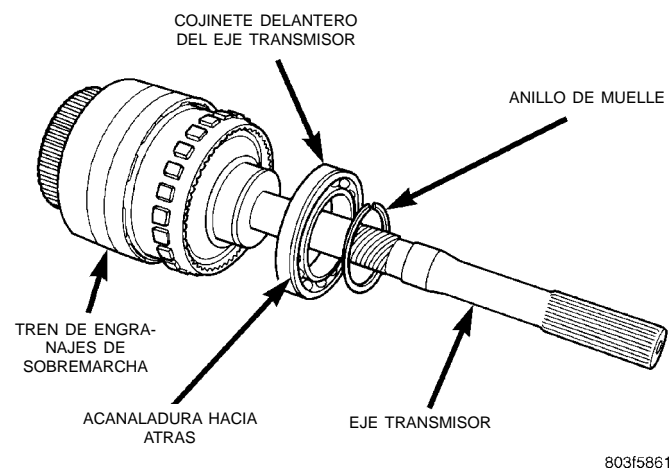

Fig. 42 Cojinete delantero del eje transmisor
- (1) Retire del vehículo la unidad de sobremarcha.
- (2) Retire de la cubierta el tren de engranajes de la sobremarcha.
- (3) Retire el anillo de muelle que sujeta el cojinete delantero del eje transmisor en el tren de engranajes de la sobremarcha (Fig. 42).
- (4) Extraiga el cojinete del eje transmisor.
- (1) Coloque el cojinete de recambio en su posición en el tren de engranajes con la acanaladura del retén de posición hacia la parte trasera.
- (2) Aloje el cojinete en el eje hasta que sea visible la acanaladura del anillo de muelle.
- (3) Instale el anillo de muelle para sostener el cojinete en el eje transmisor (Fig. 42).
- (4) Instale el tren de engranajes de sobremarcha en la cubierta.
- (5) Instale en el vehículo la unidad de sobremarcha.